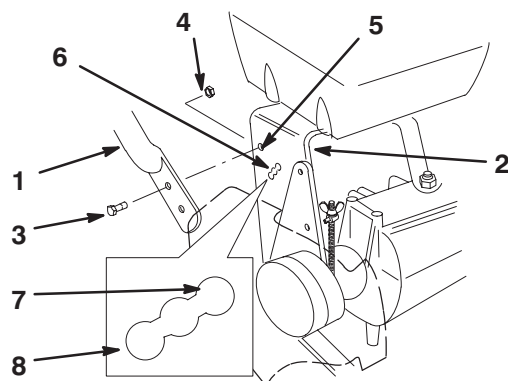

Figure 6
1. Alignez le mancheron supérieur avec les trous de montage supérieurs du bâti arrière (Fig. 6).
2. Fixez le mancheron en place en introduisant un boulon à bride (3/8 x 1 pouce (26mm)) assorti d'un écrou à embase dans chaque trou supérieur (Fig. 6).
3. Choisissez la position haute, intermédiaire ou basse pour le trou de montage inférieur (Fig. 6). Vous pouvez ainsi régler le mancheron supérieur en fonction de la taille de l'utilisateur.
4. Fixez le mancheron en place en introduisant un boulon à bride (3/8 x 1 pouce (26mm)) assorti d'un écrou à embase dans chaque trou inférieur (Fig. 6).